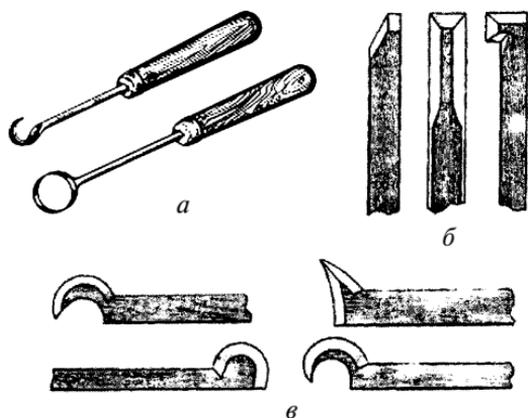

Рис. 26. Инструменты для внутреннего точения
***Инструменты, применяемые для фасонного и внутреннего точения.*** Внутренние поверхности сложной формы обрабатывают специальными крючками и кольцами (рис. 26, а), стамесками для расточки углублений (рис. 26, б), а также специальными выточками (рис. 26, в), форма режущих кромок которых соответствует профилю расточки. Учитывая, что резание древесины на дне глубокой выточки происходит довольно далеко от подручника, ручка стамески должна быть прочной и длиннее обычной.